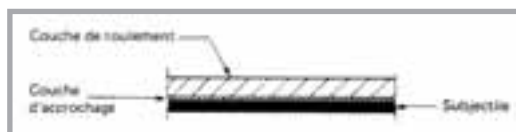

Figure 2
- ◆ les revêtements minces, dont l'épaisseur se situe entre 1 cm et 2,5 cm, sont composés d'une couche d'accrochage au liant pur ou légèrement additivé avec des fines minérales formant également la couche d'étanchéité, et d'une couche de roulement relativement mince constituée d'un mortier ou d'un micro-béton dont le liant est, par exemple, un brai ou un bitume modifié aux résines (figure 2) ;